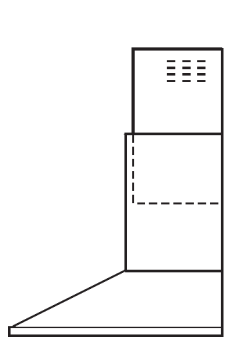

fig.12
3. Les cheminées doivent être installées de telle sorte à ce que les grilles d'aération situées sur la cheminée supérieure se trouvent en position haute (fig. 12).